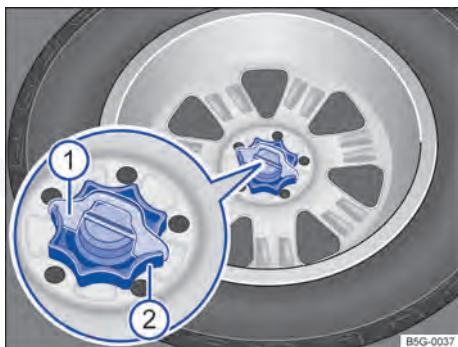

Fig. 273 No compartimento de bagagem: manípulo para fixação da roda sobressalente.
- Se necessário, retirar o calço de proteção contra giro → Fig. 273 ① puxando-o para cima.
- Girar totalmente o manípulo localizado no meio da roda sobressalente → Fig. 273 ② no sentido anti-horário, e remover a roda sobressalente.
- Girar o manípulo → Fig. 273 ② sobre o pino rosqueável no sentido horário até que a roda trocada esteja fixada com segurança.
- Se necessário, inserir o calço de proteção contra giro → Fig. 273 ① na fenda do pino rosqueável, de modo que o manípulo não possa ser mais girado.